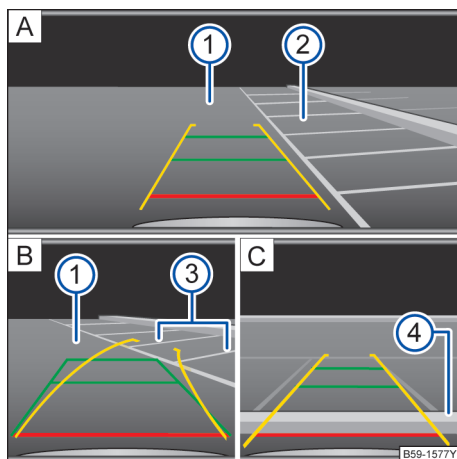

图 128 信息娱乐系统的屏幕显示：利用倒车影像系统泊车（示意图）
→ 图 128 的图例：
- 将车辆驶到停车位 ② 前方→ 图 128 ■ A。
- 缓慢倒车，同时转动方向盘，使黄色定向线沿着侧面的分界线 ③ 进入到所选的车位中 ■ B。将车辆对准所选的停车位，令绿色和黄色线与所选停车位的侧面边界线 ③ 重叠。
- 最迟在红色定向线到达后部边界（例如路沿石 ④）时就要停车 ■ C。